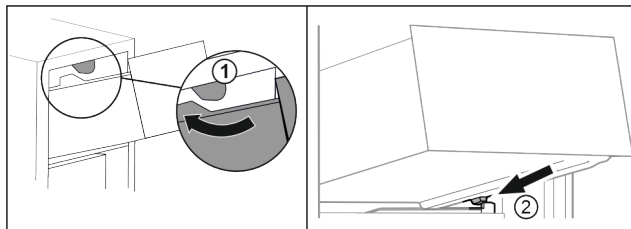

Fig. 64
- ▶ Preved'te zásuvku okolo horných zarážok. Fig. 64 (1)
- ▶ Nasad'te zásuvku šikmo za dolnými zarážkami na rebro nádoby. Fig. 64 (2)